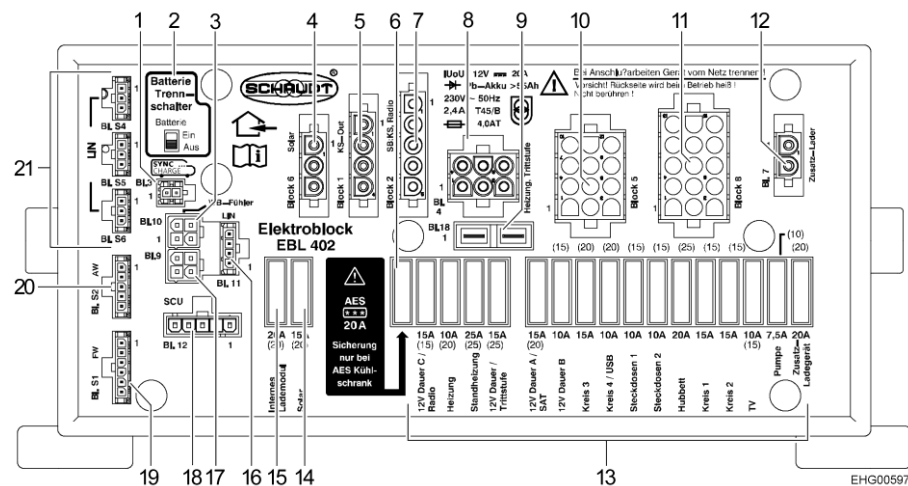

Fig. 136 Bloc électrique (EBL 402)
- Pousser l'interrupteur-séparateur de batterie (Fig. 136,2) sur le bloc électrique EBL 402 sur la position "Aus" (arrêt).
- Pousser l'interrupteur-séparateur de batterie (Fig. 136,2) sur le bloc électrique EBL 402 sur la position "Ein" (marche).